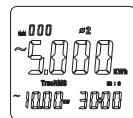

图13-1
4) 按SELECT键选择相位 $\phi 1$ ， $\phi 2$ ， $\phi 3$ 之一，如图13-1，显示器上显示相应相位的被测负载的当前功率，当前统计时间以及当前累计电能。